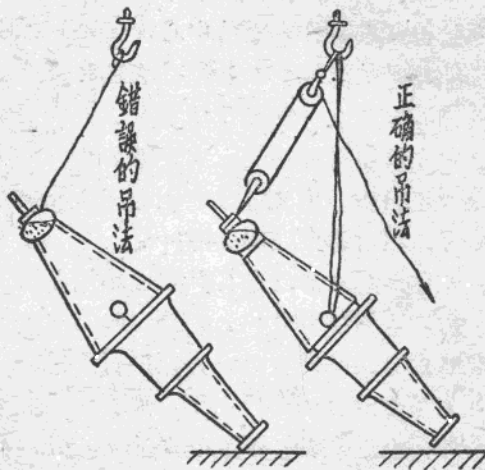

图 4
5. 充油套管垂直放在架上后，立刻把呼吸管安上（原先用螺丝堵住）呼吸管的口向下指（吊法如图4）。